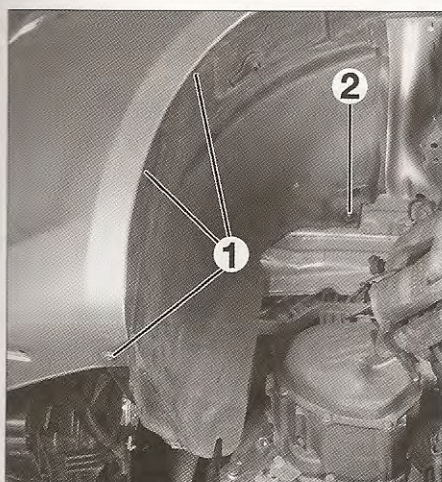

FIG. 3
- los tornillos (1) y la tuerca (2) de los pasos de rueda (fig. 3).